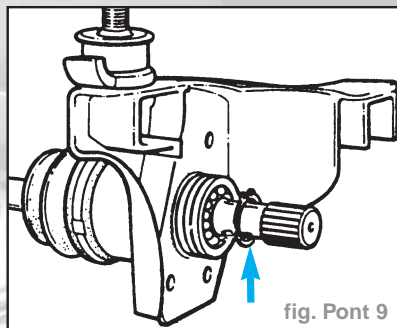

fig. Pont 9
- Déposer le circlips (flèche) et le roulement support du carter d'arbre (fig. Pont 9).